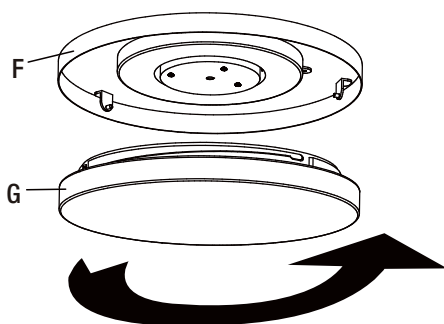

Figura 15
- Instale la pantalla de la lámpara (G) en la placa del juego de luces (F) girándola suavemente y trabándola en su posición. (Figura 15)